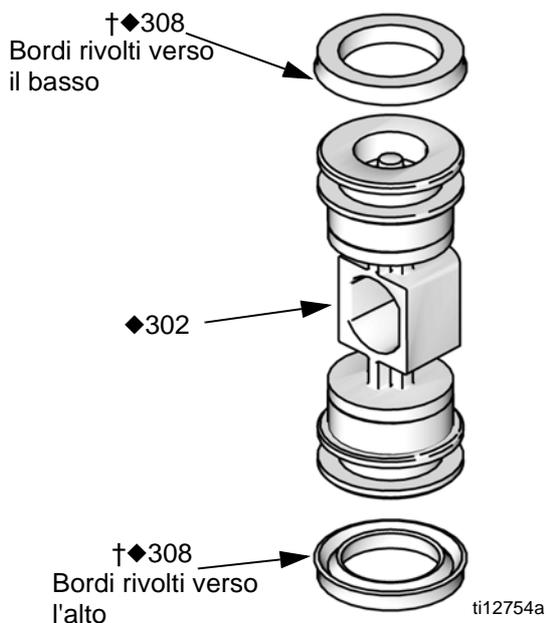

FIG. 10. Installazione della guarnizione a U della valvola pneumatica
2. Vedere FIG. 10. Lubrificare le guarnizioni a U (308†♦) e installare sul pistone (302♦) con i bordi rivolti verso il centro del pistone.